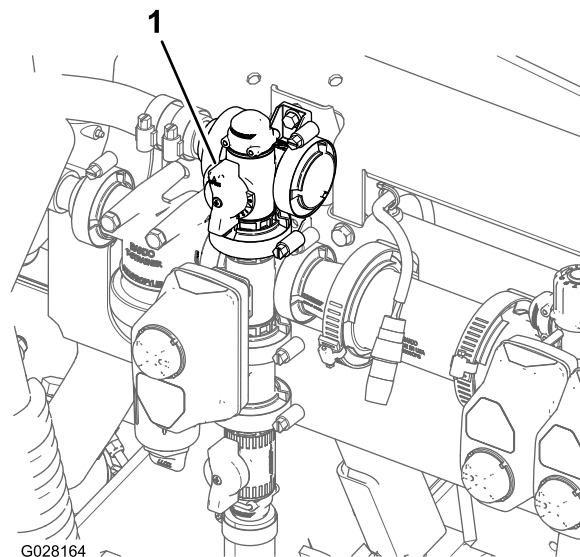

图32
9. 调整搅拌阀背面的搅拌旁通阀（图32），直至压力表上打药车系统压力读数为 689kPa (100psi)。